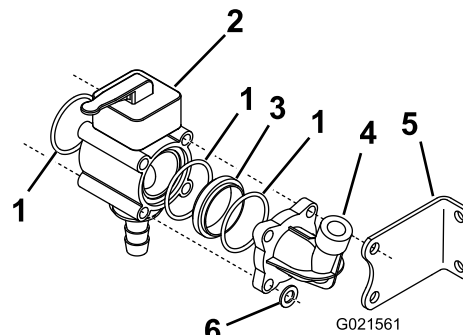

図 7
9. 各ねじ山付きロッドの左端にロックナットを取り付けるが、このとき、左側取り付けブラケットに通さないねじ山付きロッドには、ワッシャを通す（図 7）。
10. 付属部品に入っている手動バルブ、Oリング、アダプタと、先ほど取り外した水圧計ポートで、手動バルブ・マニホールド・アセンブリを組み立てる（図 7）。
12. ねじ山付きロッド 4 本のそれぞれの右側端部に、ワッシャ 1 枚とジャム・ナット 2 個を取り付けて縮径アダプタをブーム・バイパス・バルブ・アセンブリに固定する（図 7）。